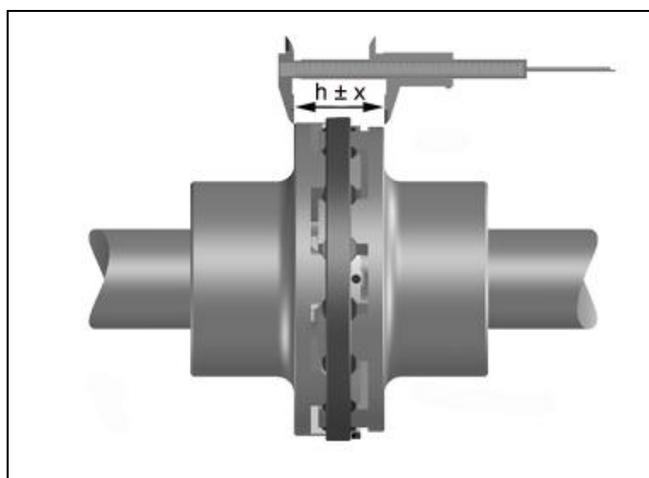

Bild 8
- Messen Sie gemäß Bild 8 den axialen Flanschabstand  $h$ .